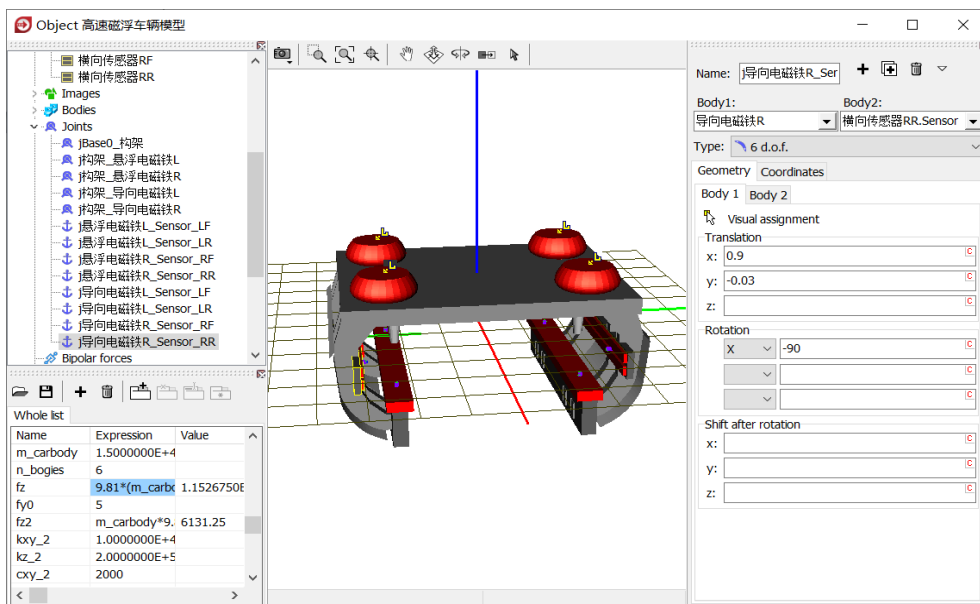

图 3-135
- 10) 复制生成第十三个铰,更改 **Body2** 为**横向传感器 RR.Sensor**,修改 **Body1** 的连接点坐标为 **(-0.9, -0.03, 0)**,切换到完整视图,如图 3-135。